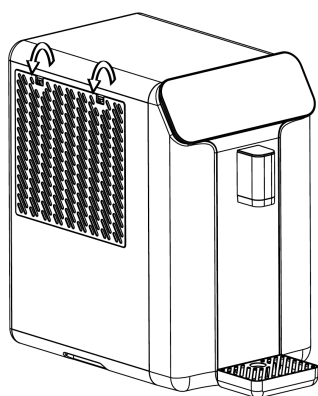

图 5 · 打开左侧的滤芯盖板
2. 按下设备左侧滤芯盖板顶部两侧的按钮，取下盖板（图 5）。